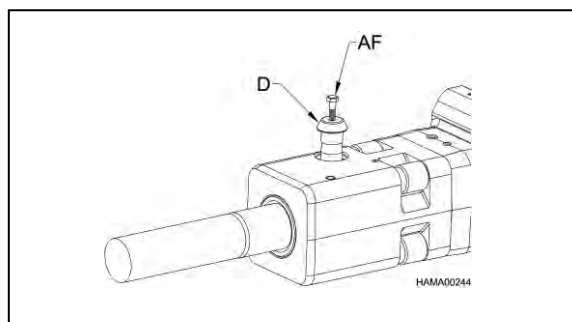

Figure 3
2. Visser un boulon M12 ou une vis d'assemblage (AF) dans la goupille de retenue (D), voir la figure 3.
3. Tirer la goupille de retenue (D). Si elle reste coincée, utiliser un marteau pour la déplacer de l'autre côté.